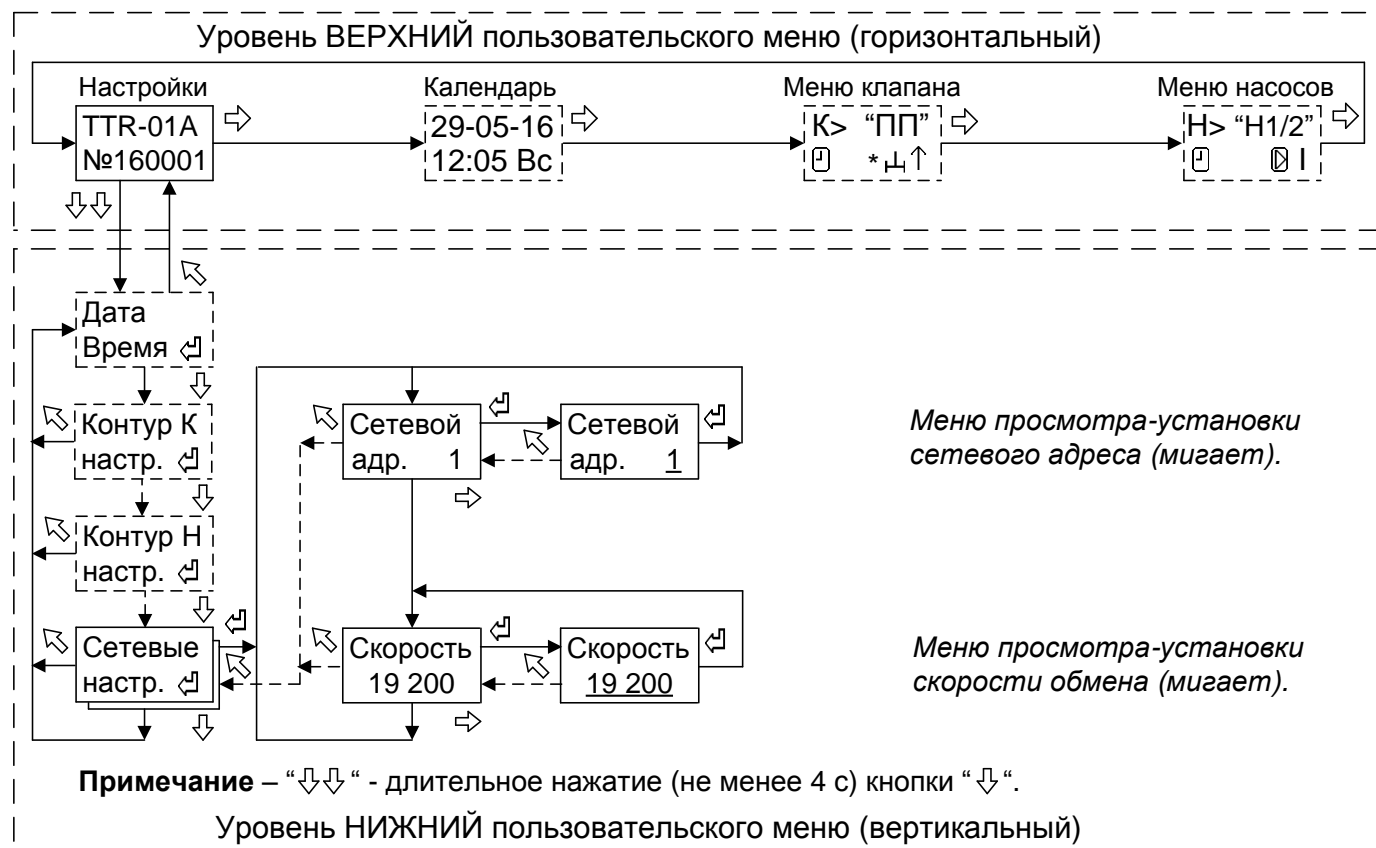

Рисунок 6 - Структура меню настройки сетевых параметров
7.5.1 При подготовке TTR к работе в сети интерфейса RS485 следует проверить и при необходимости установить сетевые настройки – адрес в сети и скорость обмена. Для этого необходимо войти в меню **«Сетевые настр.»** (см. рисунок 6).